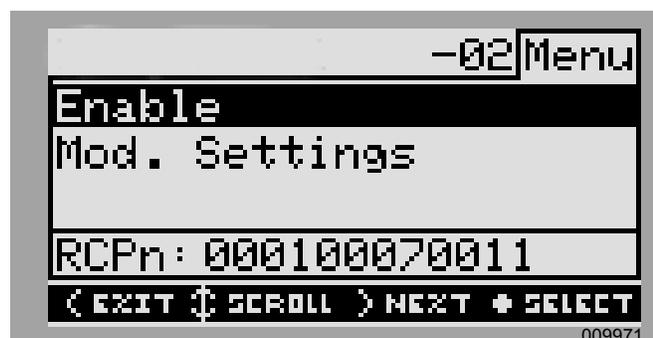

Figure 3-9. Activer et désactiver des dispositifs (2 sur 3)
4. Voir la **Figure 3-9**. Mettre « Enable » en surbrillance puis appuyer sur la touche centrale.